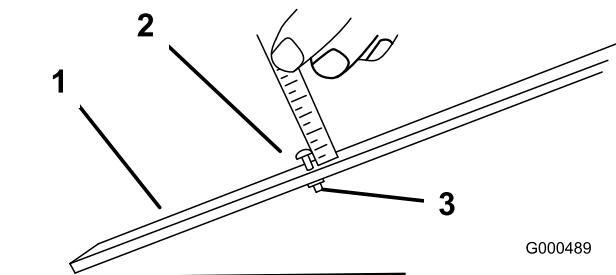

Bild 17
1. Lösen Sie die Mutter an der Messlehre und stellen Sie die Einstellschraube auf die gewünschte Schnitthöhe ein (Bild 17).